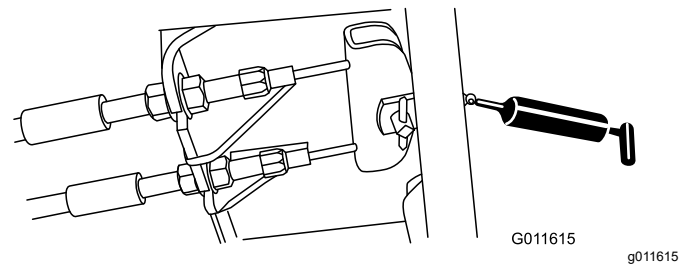

Figura 35
- Pedal de freno (1) – Figura 35